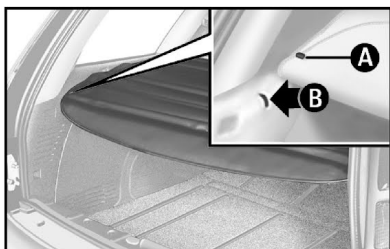

fig. 100
- retirar os pinos **A-fig. 100** das sedes laterais **B**;